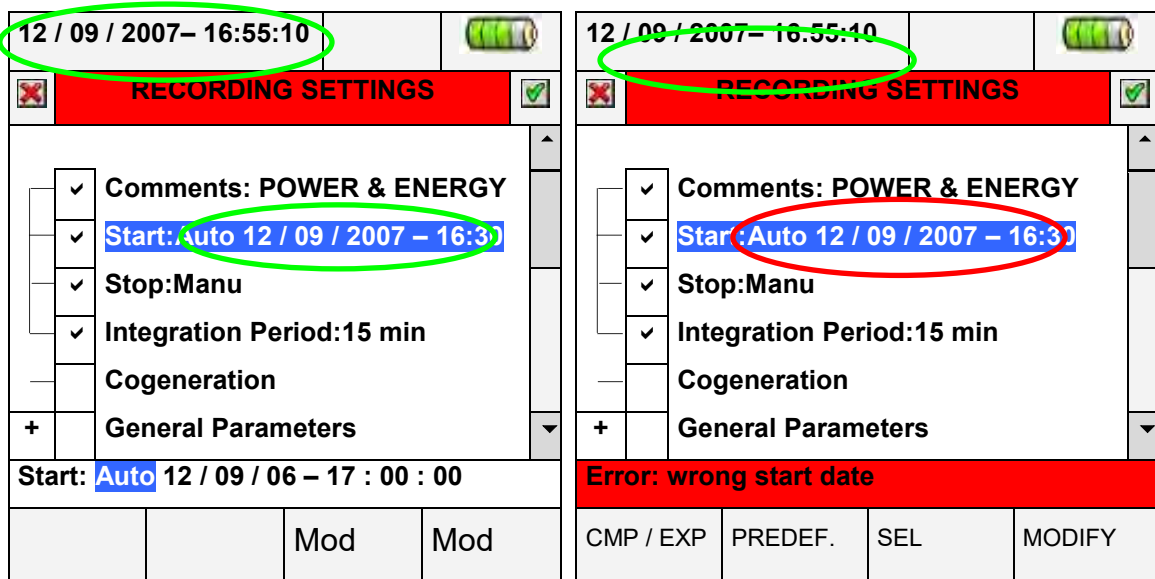

Abb. 109: Korrektes Datum / Uhrzeit **Abb. 110: Falsches Datum / Uhrzeit**
3. Benutzen Sie zum Bewegen in den Datums- und Uhrzeit-Feldern die Pfeiltasten links und rechts. Benutzen Sie die Pfeiltaste aufwärts oder drücken Sie die Taste **F3 (MOD(+))**, um den Wert zu erhöhen, und die Pfeiltaste abwärts oder drücken Sie die Taste **F4 (MOD(-))**, um den Wert zu senken. Geben Sie ein korrektes Datum / Uhrzeit ein, wie in **Abb. 109** gezeigt.